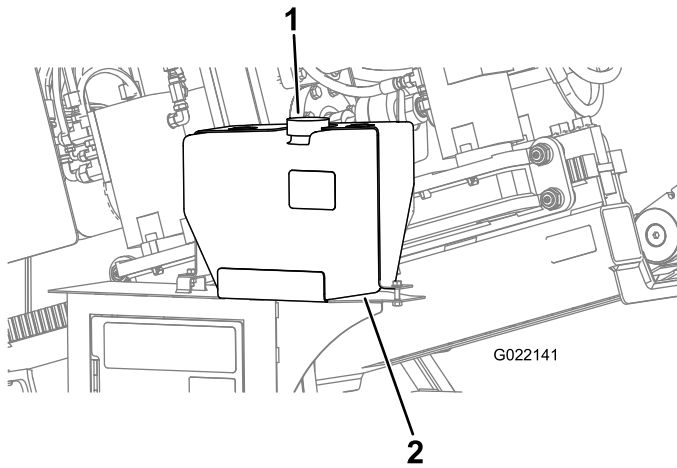

Figure 153
- D. Enlevez le bouchon du réservoir d'antigel pour la pompe à fluide de forage (Figure 153).
E. Vérifiez que le réservoir est rempli d'antigel (Figure 153).
C. Ajoutez la quantité nécessaire d'antigel dans le réservoir (Figure 153).
5. Remettez le bouchon sur le réservoir d'antigel (Figure 153).